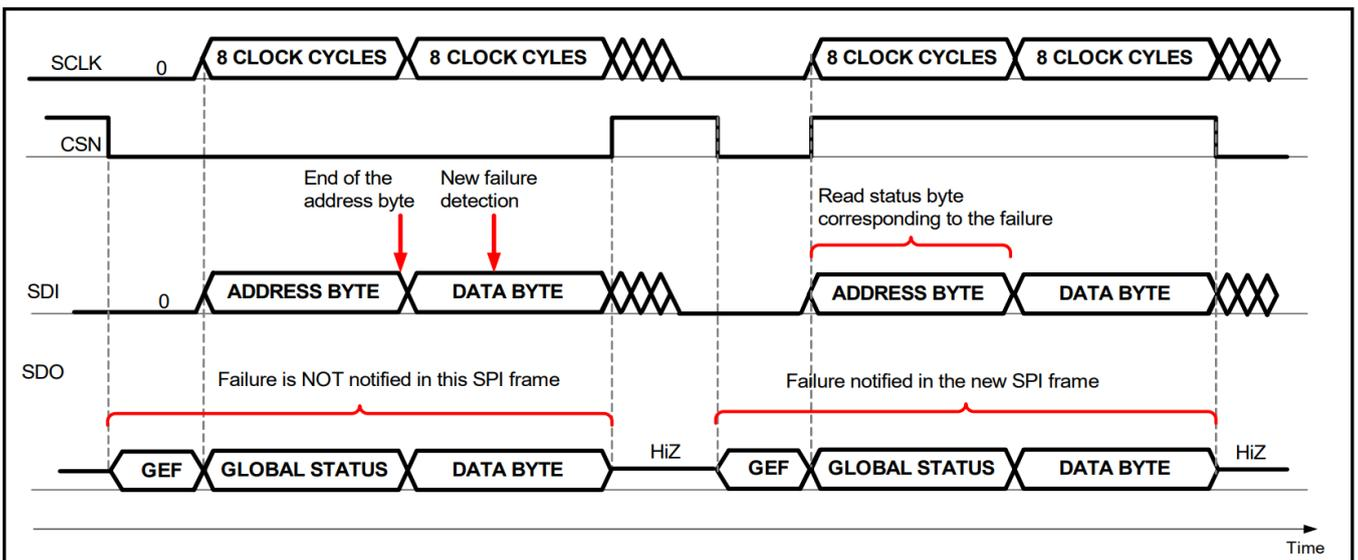

图 23 数据字节传输过程中状态寄存器变化 - 独立从机配置示例
如果在传输数据字节之后 (即最后一个地址字节结束到 CSN 上升沿之间) 发生故障, 该故障会在下一个 SPI 帧中报告 (参见图 23 中的示例)。
- 当前SPI帧的数据字节报告。参见图23。